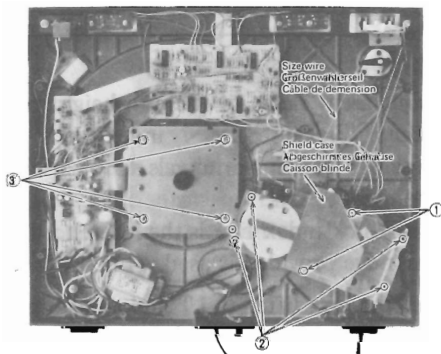

Fig. 1 Abb. 1
- 1) Remove 2 screws ① to remove the shield case and then unsolder the PU lead wires.
- 3) Remove 4 automatic mechanism assembly retaining screws ② and remove the assembly by lifting it up. (Fig. 1, 2)
- (1) Die beiden Schrauben ① entfernen und das Abschirmgehäuse abnehmen; danach die OU-Leitungsdrähte ablöten.
- (2) Den Leitungsdraht für die Einstellung der Plattengröße entfernen.
- (3) Die vier Befestigungsschrauben ② der Tonarmautomatik ausdrehen und danach die Automatik nach oben herausnehmen. (Abb. 1, 2)
- (1) Retirer les 2 vis ① pour retirer le coffret blindé et déssouder les fils de liaison PU.
- (2) Débrancher le câble de commande.
- (3) Retirer les 4 vis de fixation d'ensemble de mécanisme automatique ② et déposer l'ensemble du mécanisme en le relevant. (Fig. 1, 2)